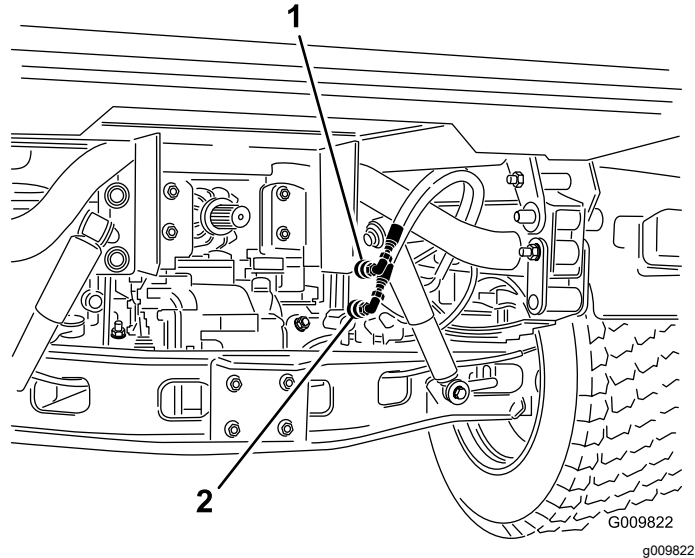

Figura 74
2. En ambas máquinas, desconecte las dos mangueras de acoplamiento rápido de las mangueras que están conectadas al soporte de acoplamiento (Figura 74).